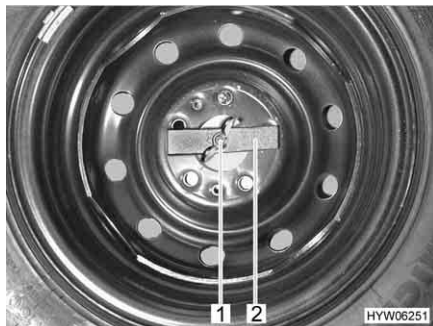

Fig. 234 Ruota di scorta nel gavone di coda
- Svitare manualmente il dado ad alette (Fig. 234,1) e rimuoverlo.
- Rimuovere la barretta di compressione (Fig. 234,2).